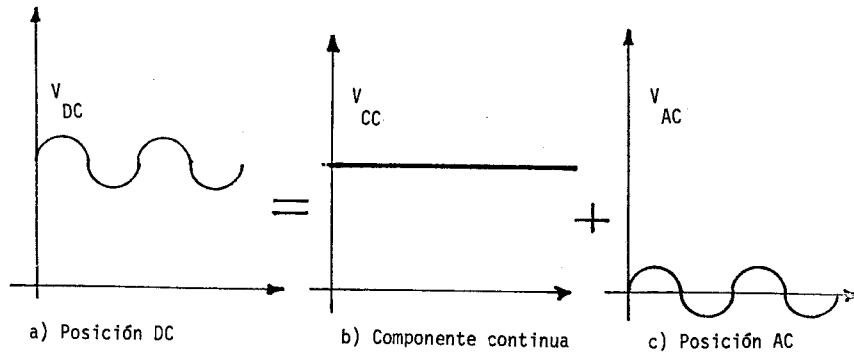

FIGURA 8
. Si una señal es como se muestra en la figura 8, la podemos descomponer en 2, cuya suma es la señal original.
- . Cuando la palanca está en la posición DC, observamos toda señal (figura 8.a).
- . Cuando la palanca indica AC, se elimina la componente continua y únicamente observamos la componente alterna (figura 8.c) que a veces es la de interés.